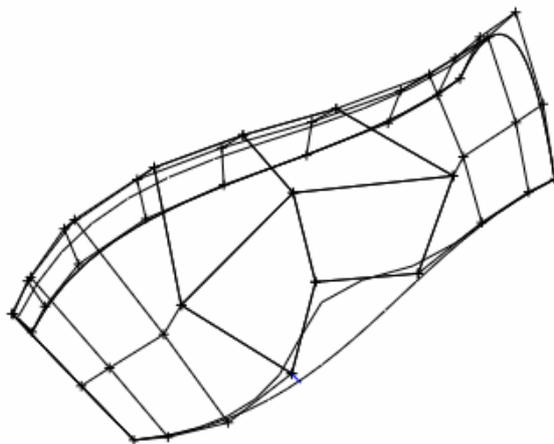

图 24-8
- (1) 在【移动平面】栏中选中“第一方向”和“第二方向”。
- (2) 选择限定区域的网格点进行拖动，并调整到合适位置，如图 24-8 所示。